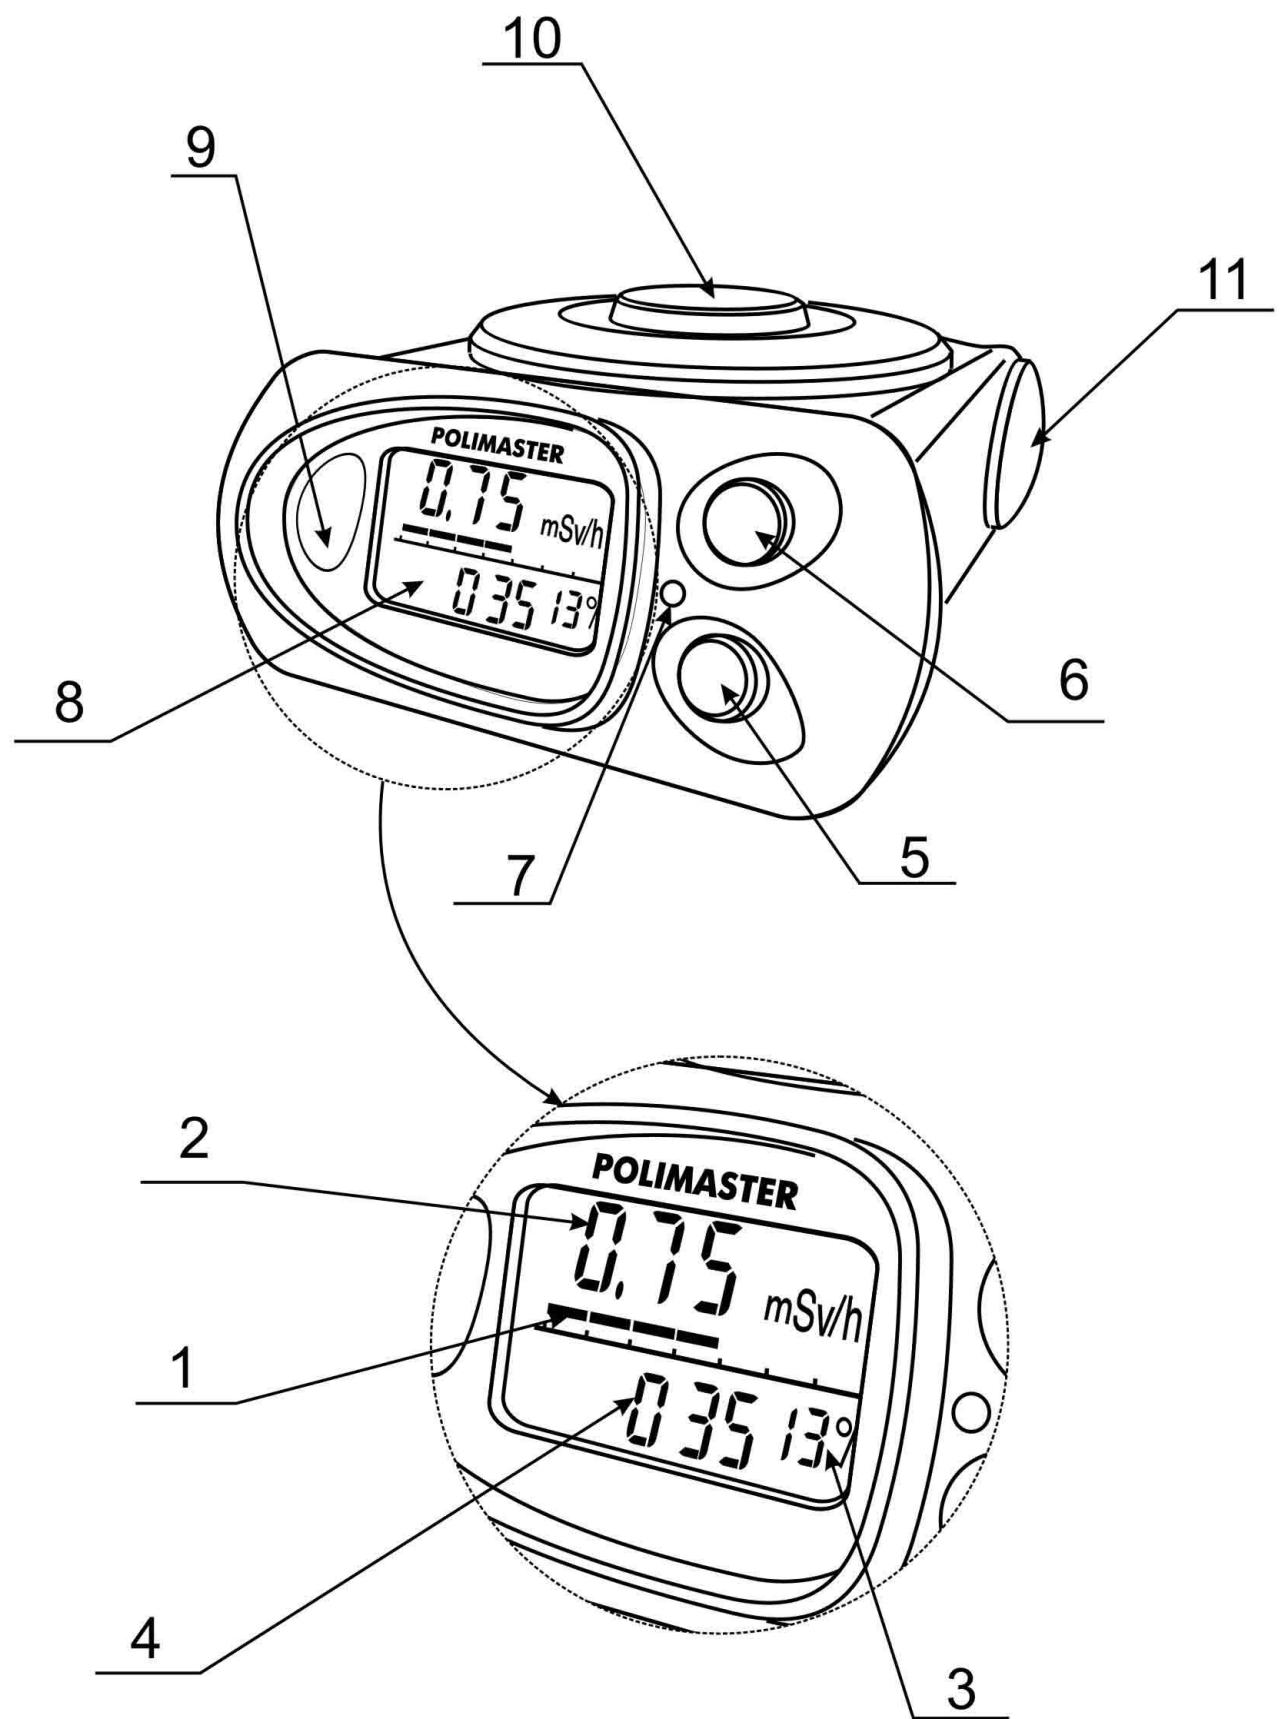

Рисунок 1.2 – Общий вид дозиметра
На цифровом табло (2), рисунок 1.2 – вывод значений МЭД.
На цифровом табло (2), рисунок 1.2 – вывод значений ЭД.
На цифровом табло (2), рисунок 1.2 – номер дозиметра.
В режиме ЭД возможна индикация (рисунок 1.2 табло (3) и (4)) значений оставшегося времени нахождения на рабочем месте в зависимости от текущих измеренных значений МЭД и ЭД. Расчет времени производится дозиметром по отношению к установленному второму порогу по ЭД (функция может быть включена при конфигурации режима измерения ЭД).